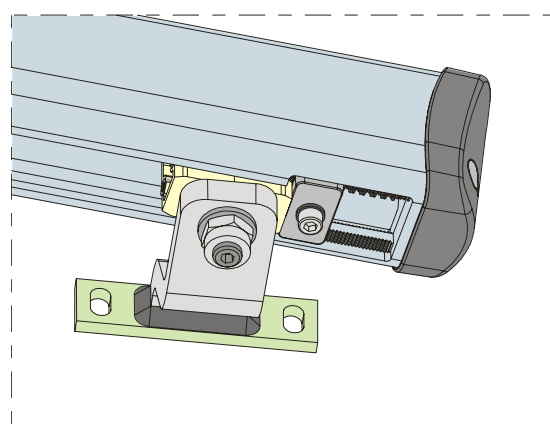

Fig. 20
- 4) Verplaats de aanslag naar de bevestiging, zoals aangegeven op fig. 20.